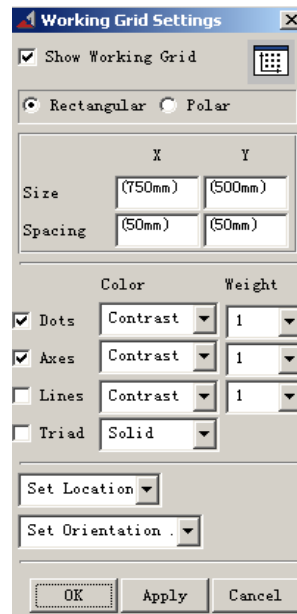

图 2-1 设置工作网格对话框
2.1 对于这个模型，网格间距需要设置成更高的精度以满足要求。在 ADAMS/View 菜单栏中，选择设置 (Setting) 下拉菜单中的工作网格 (Working Grid) 命令。系统弹出设置工作网格对话框，将网格的尺寸 (Size) 中的 X 和 Y 分别设置成 750mm 和 500mm，间距 (Spacing) 中的 X 和 Y 都设置成 50mm。然后点击 “OK” 确定。如图 2-1 所表示。